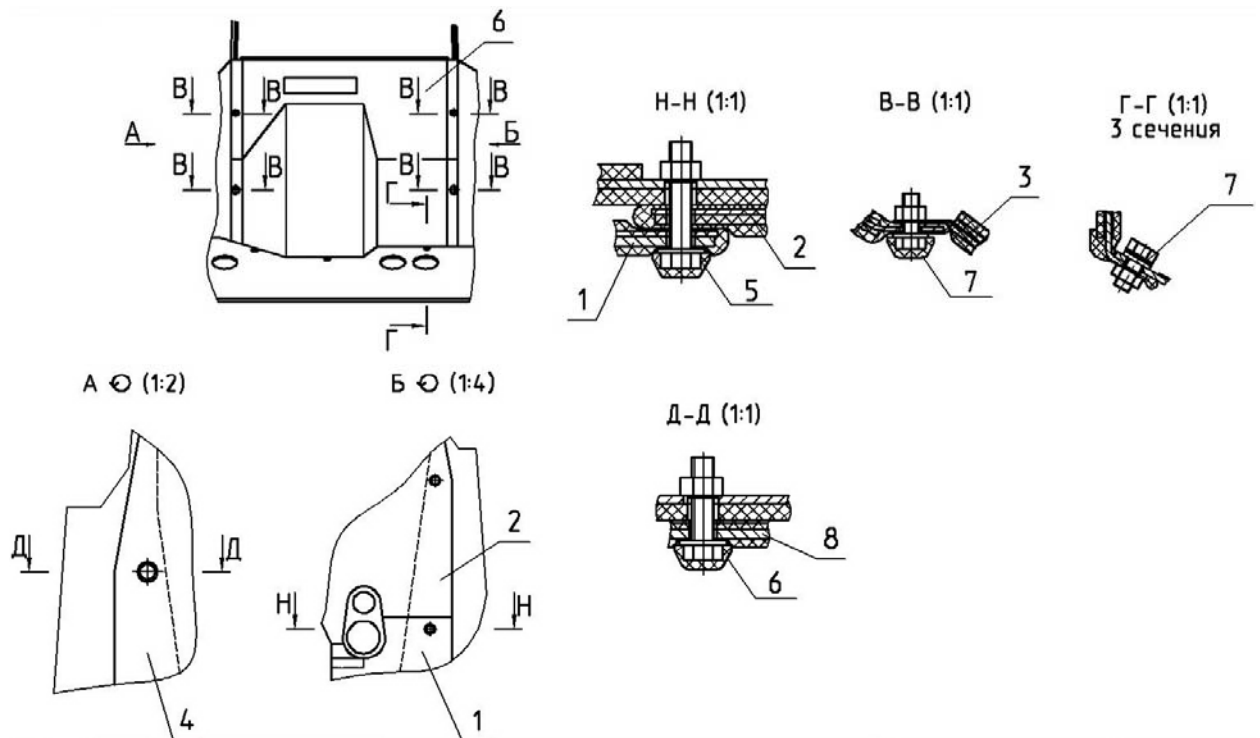

Рисунок 7.7
1) отверните болты (6) (**рисунок 7.7**) (сечение Д-Д), (7) (сечение В-В), снимите левую панель (4) 80-6700320;
2) отверните болты (5) (сечение Н-Н), (7) (сечение В-В), снимите правую нижнюю панель (1) 85-6700330, снимите правую верхнюю панель (2) 85-6700340;
3) отверните болты (7) (сечение Г-Г) снимите панель (3) 80-6700300.